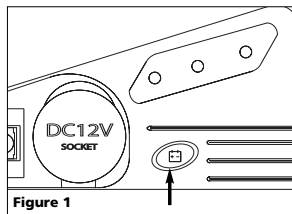

Figure 1
Pousser le bouton de statut de batterie sous les voyants de la batterie (voir la figure 1) pour vérifier le niveau de la batterie. L'un des voyants ou plus s'allumera pour montrer le niveau actuel de tension de la batterie. Un voyant vert indique que la batterie a une tension de 11,5 volts ou plus et peut être utilisée sans danger. Un voyant jaune indique que la batterie a une tension entre 10,5 à 11,5 volts et doit être rechargée. Un voyant rouge indique que la tension de la batterie est tombée sous 10,5 volts et doit être rechargée immédiatement.
- Insérer le cordon de c.c. de 12 volts dans la douille de sortie de c.c. de 12 volts sur le gonfleur (voir la figure 1).